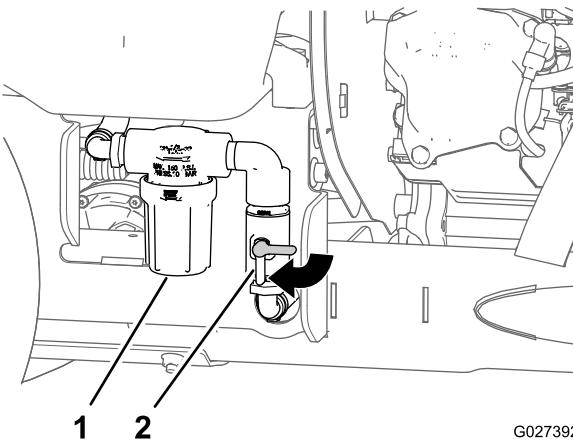

Figura 50
6. Gire la válvula de cierre de la bomba en sentido horario a la posición de ABIERTO (Figura 50).